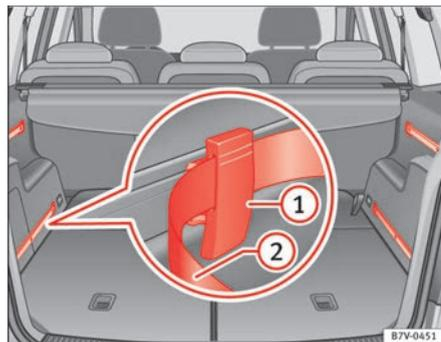

Abb. 102 Im Gepäckraum: Schienensystem mit Schienen, verschiebbaren Fixierelementen ① und fixierbarem Spannband ②.
- Fixierelement mit den Rillen nach oben ⇒ Abb. 102 ① von oben in die Schiene einsetzen und unten andrücken.